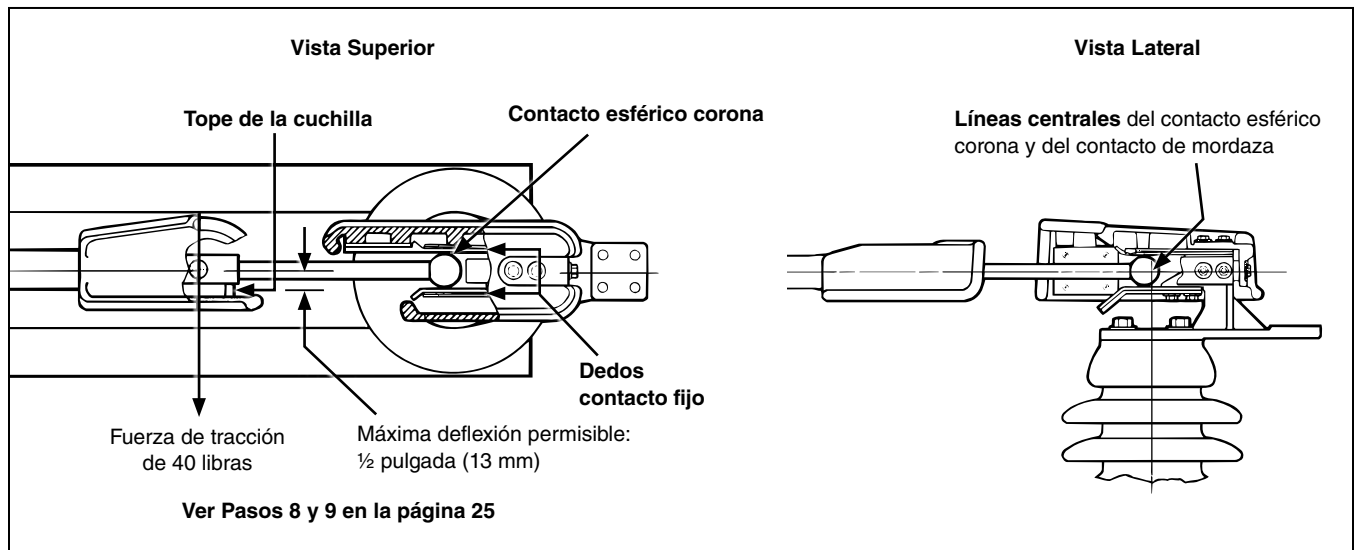

Figura 24. Comprobando el enganche del contacto esférico corona de la cuchilla con los dedos del contacto fijo.
PASO 4. Cerrar la cuchilla del seccionador de cada polo. El contacto esférico corona de la cuchilla deberá estar centrado en el contacto fijo y la misma deberá tocar su tope como se indica en la Figura 24.
PASO 7. Comprueba que la cuchilla se cierra correctamente en la unidad central de los polos marcada como “Polo 2” Con una fuerza de empuje de aproximadamente 40 libras aplicada en la posición indicada en la Figura 24 en la página 23, el desvío de la cuchilla no debe ser superior a ½ pulgada (13 mm).
PASO 8. Verificar que las otras dos cuchillas cierran correctamente, marcadas “Polo 1” y “Polo 3.” Aplicando una fuerza de 40 lbs. aplicada en la posición indicada en la Figura 24 en la página 23, el desplazamiento no deberá ser mayor de ½ pulgada (13 mm).